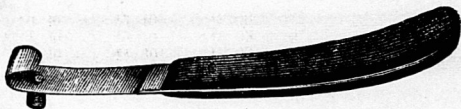

FIG. 4. — Rénette à guide.
milieu d'un guide régulateur formé par le prolongement de la monture, qui donne de chaque côté une largeur à peu près semblable à la largeur de la muraille (1). Ce boutoir sert uniquement à pratiquer la feuillure; on peut le remplacer par une rénette à guide (FIG. 4) pour ferrer seul.